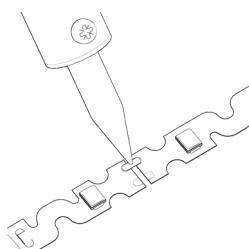

Рисунок 3.
- 5.4. Если необходимо соединить два отрезка ленты, следует совместить их и припаять перемычками соответствующие контактные площадки (необходимо соблюдать полярность «+» и «-») (см. Рисунок 3). При этом запрещается перегревать саму ленту и светодиоды (пайка паяльником при температуре не более 260°C, время пайки не должно превышать 10 секунд).